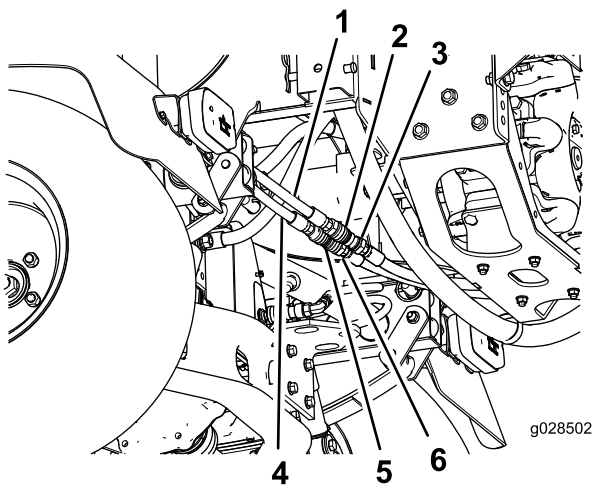

Рисунок 9
1. Соедините розеточную часть быстроразъемного соединителя с вилочной частью гидравлического шланга от клапана подъема стрелы (Рисунок 9).
3. Подсоедините гидравлические шланги к быстроразъемным соединителям, как показано на Рисунок 9.